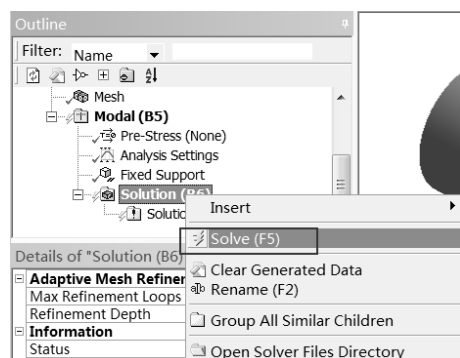

图 9-63 求解
Step4：在 Outline（分析树）中的 Modal（B5）选项上右击，在弹出的快捷菜单中选择 Solve 命令，如图 9-63 所示，此时会弹出进度显示条，表示正在求解，当求解完成后进度条自动消失。